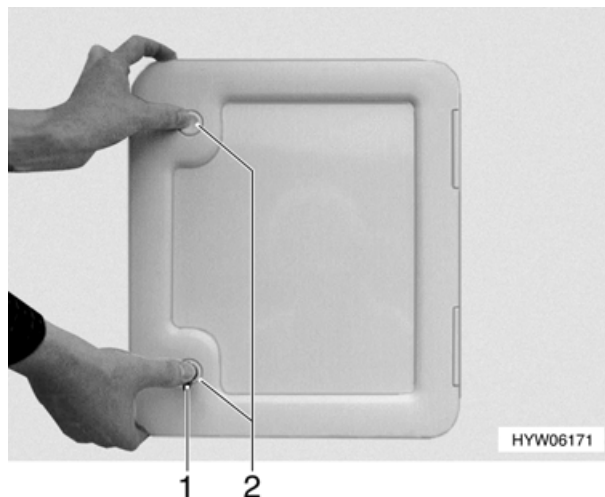

Bild 93 Öffnen der Thetford-Klappe
Die Klappe für die Thetford-Kassette (Bild 93) befindet sich außen am Reisemobil:
- Drehschloss (Bild 93,1) mit Schlüssel öffnen.
- Beide Druckschlösser (Bild 93,2) gleichzeitig drücken und Thetford-Klappe öffnen.